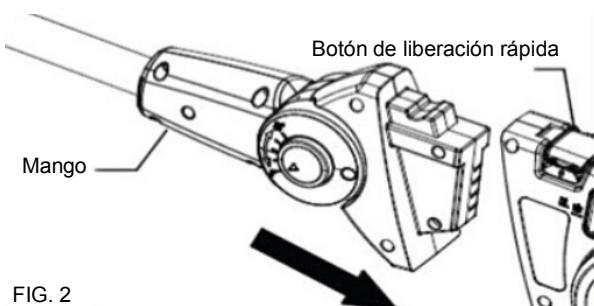

FIG. 2
2. Introduzca el tubo telescopico en el cabezal de corte de la motosierra. Presione el botón de liberación rápida. Compruebe que el botón de liberación encaje con firmeza para asegurar correctamente las piezas. (Fig. 2)